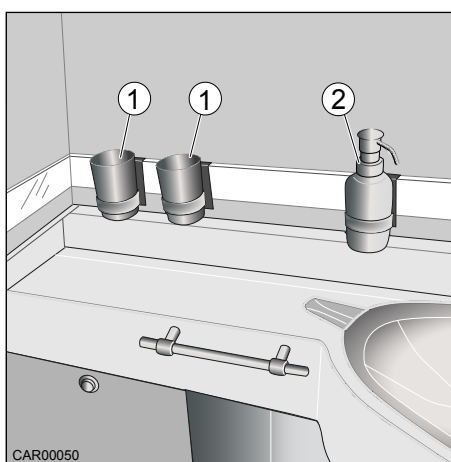

Fig. 139 Gobelets pour brosses à dents et distributeur de savon
Les gobelets pour brosses à dents (Fig. 139, pos. 1) et le distributeur de savon (Fig. 139, pos. 2) sont logés chacun dans un support sur la paroi au-dessus du lavabo.